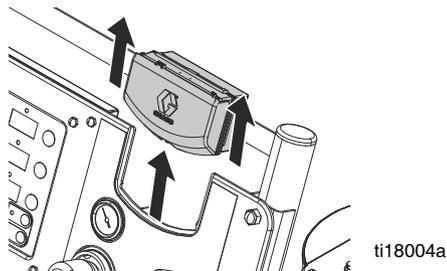

图 19. 取下 DataTrak
3. 卸下托架上的 DataTrak 模块。参见图 19。将 DataTrak 模块及连接电线一起拿到非危险场所。